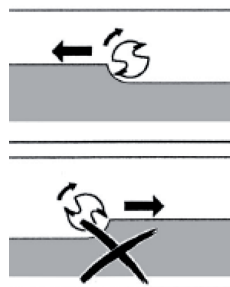

рис.11
- фрезерование всегда должно производиться против направления вращения рабочей фрезы (см. рис.11). Попутное направление фрезерования может стать причиной потери контроля над управлением фрезером - это опасно для жизни и здоровья оператора;